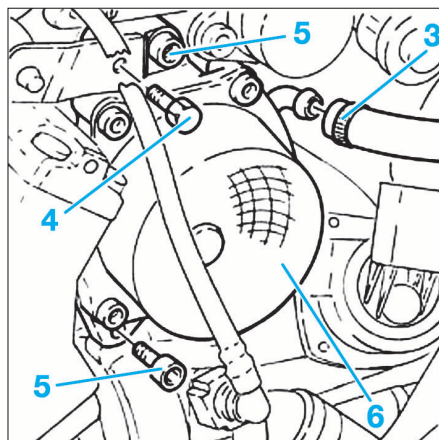

FIG. 20
- Déposer le tuyau de prise (3) de la pompe (Fig.20).